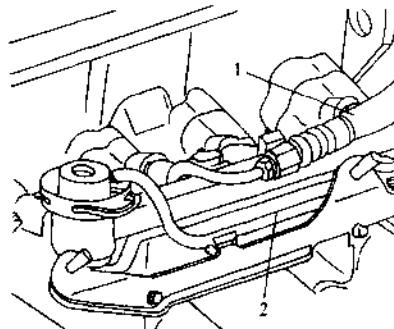
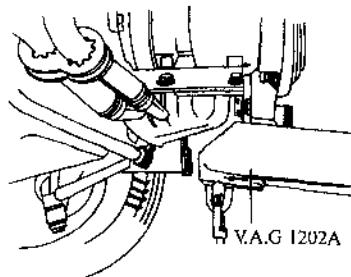
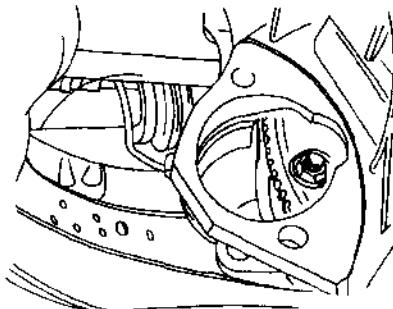

图 2-10 拆下供油管和回油管
图 2-11 拆下发动机与变速器之间的连接螺栓
图 2-12 拆卸变矩器螺母
(22) 拨下燃油分配管上的供油管和回油管，如图 2-10 所示。由于燃前系统存在压力，在打开系统之前先在开口处放置抹布，然后小心地松开接头以降低压力。
(23) 拔下发动机上的所有冷却液软管和真空管。
(24) 拆下冷却系统的补偿容器。
(25) 拆除发动机的所有连接。
(26) 拧下发动机和变速器的连接螺栓，如图 2-11 所示。对自动变速器被撞的汽车应从驱动盘上拆下变矩器，如图 2-12 所示（拆 3 个固定螺母时应转动驱动盘，按顺序拆下）。要保证在拆卸发动机后变矩器不会脱开掉下。
(27) 拧下发动机上部左右两边支承的固定螺母。
(28) 用小吊车 (V.A.G1202A) 把发动机和变矩器稍微顶起，拆卸发动机和变矩器下部的连接螺栓。
(29) 拆卸发动机和变矩器下部的连接螺栓。